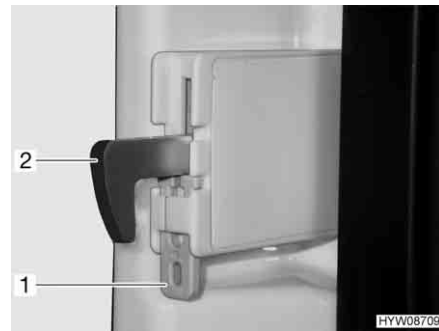

Fig. 150 Fixation crochet de verrouillage
■ Pousser la fixation (Fig. 150,1) vers le haut. Le crochet de verrouillage (Fig. 150,2) est pressé vers le haut, il est mis hors fonction.
■ Appuyer vers le bas sur le crochet de verrouillage (Fig. 150,2). Le crochet de verrouillage est de nouveau en fonction.